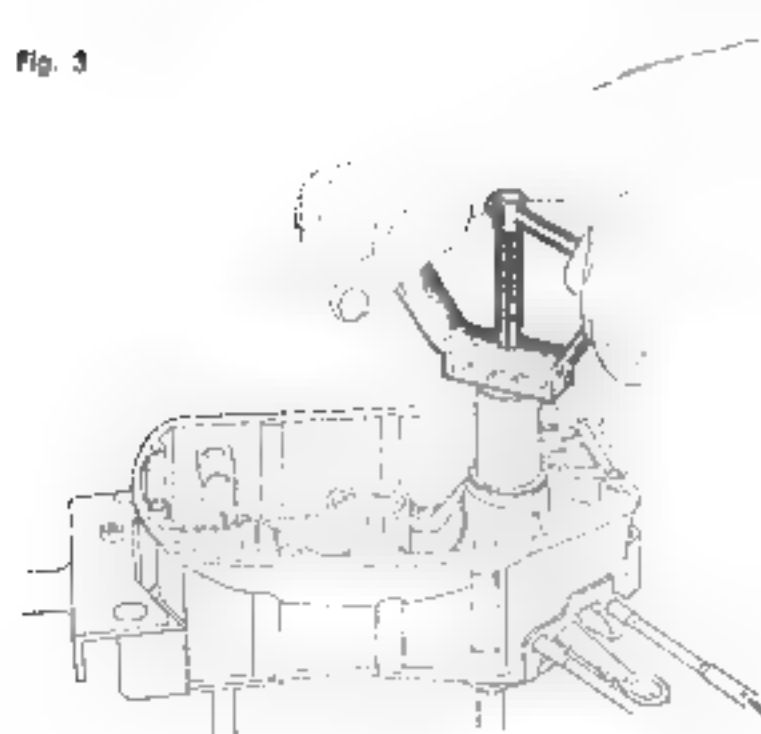

Fig. 3
- Visser l'outil pour emmancher le roulement (fig. 3).